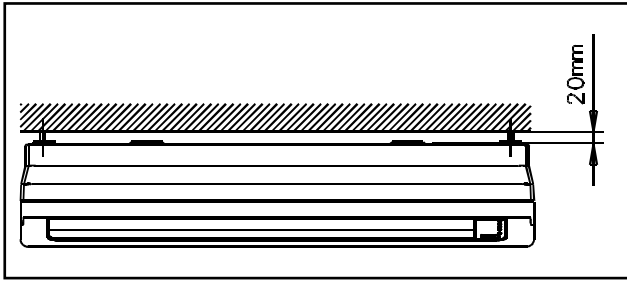

Figura 16
- h) Observe que haja pelo menos uma distância mínima de 20 mm entre a unidade interna e o teto. Figura 16.